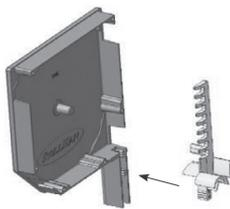

Рис. 3
1. Установить зубчатые замки в боковые крышки корпуса. Правый зубчатый замок необходимо установить в правую боковую крышку корпуса, левый в левую (рис. 3)
- Верхняя ламель должна выступать из направляющих в короб, приблизительно наполовину (рис.3)